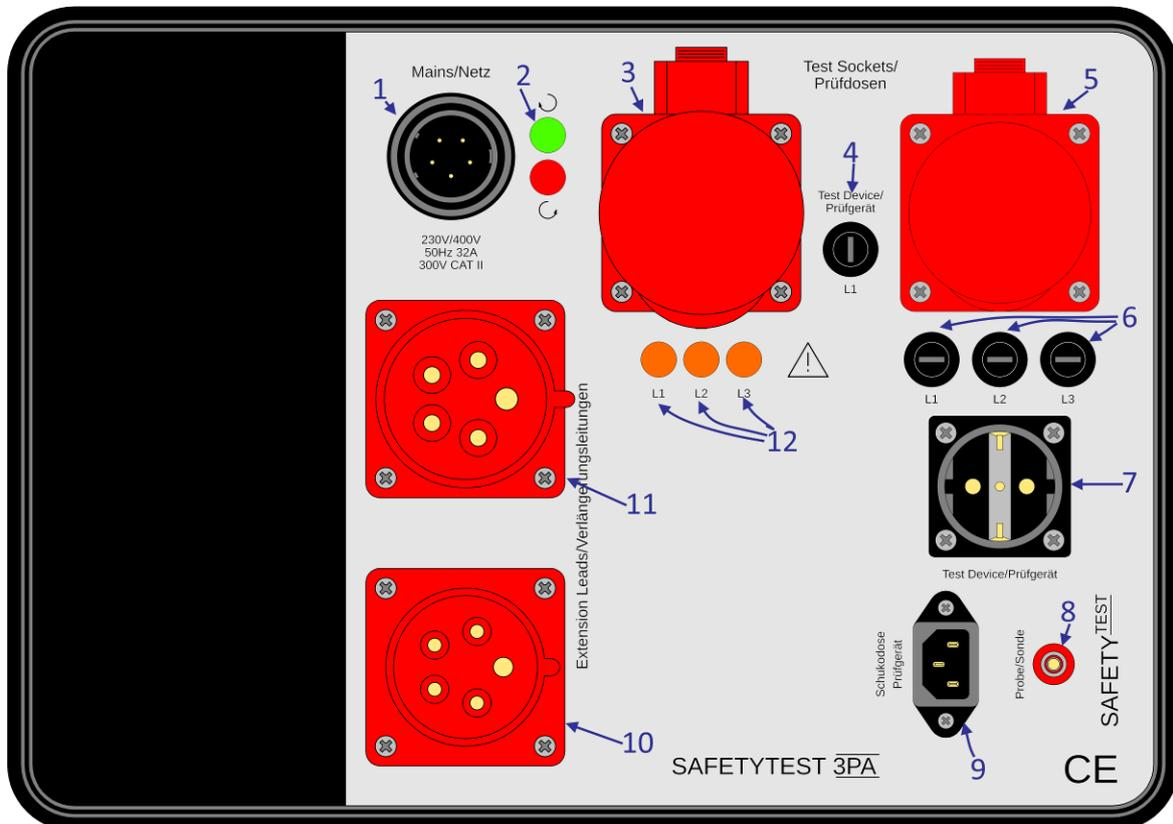

Bild 2
4.1 Anschlüsse Übersicht (Bild 2)
4.2 Netzanschluss, Amphenol Gerätestecker (Bild 2/1)
4.3 Phasenfolgekontrollleuchten (Bild 2/2)
4.4 Prüfdosen (Bild 2/3 und 5)
4.5 Sicherung für die Prüfgerätdose (Bild 2/4)
4.6 Sicherungen für die Prüfdose CEE 16A (Bild 2/6)
4.7 Schukodose für das Prüfgerät (Bild 2/7)
Um einen sicheren Betrieb zu gewährleisten, wurde eine Steckdose für das Prüfgerät vorgesehen, abgesichert über die Sicherung Bild 2/4.
4.8 Buchse für die Sonde (Bild 2/8)
4.9 Kaltgerätestecker (Bild 2/9)
4.10 Prüfstecker (Bild 2/10 und 11)
4.11 Phasenkontrollleuchten (Bild 2/12)
- Prüfen der Phasenfolge mit dem Prüfgerät SAFETYTEST 3PA (Bild 2/2). Die Glühlampen geben Informationen zu der Phasenfolge: grün für Rechtsdrehfeld und rot für Linksdrehfeld und wenn rot und grün leuchten fehlt eine Phase oder es besteht ein anderer Netzfehler. Ein Linksdrehfeld oder das Fehlen einer Phase kann unter Umständen eine Fehlfunktion des Prüflings verursachen.
- Später bei der Funktionsprüfung, wenn die Schütze die Netzspannung durchschalten, erkennt man an den Glühlampen (Bild 2/12) das Vorhandensein der Netzspannung an den jeweiligen Phasen bzw. Prüflings-Steckdosen.
Ein Prüfgerät SAFETYTEST 1LT, 1ST oder ein Fremdfabrikat muss an der dafür vorgesehener Steckdose (Schukodose für das Prüfgerät Bild 2/7) angeschlossen werden.